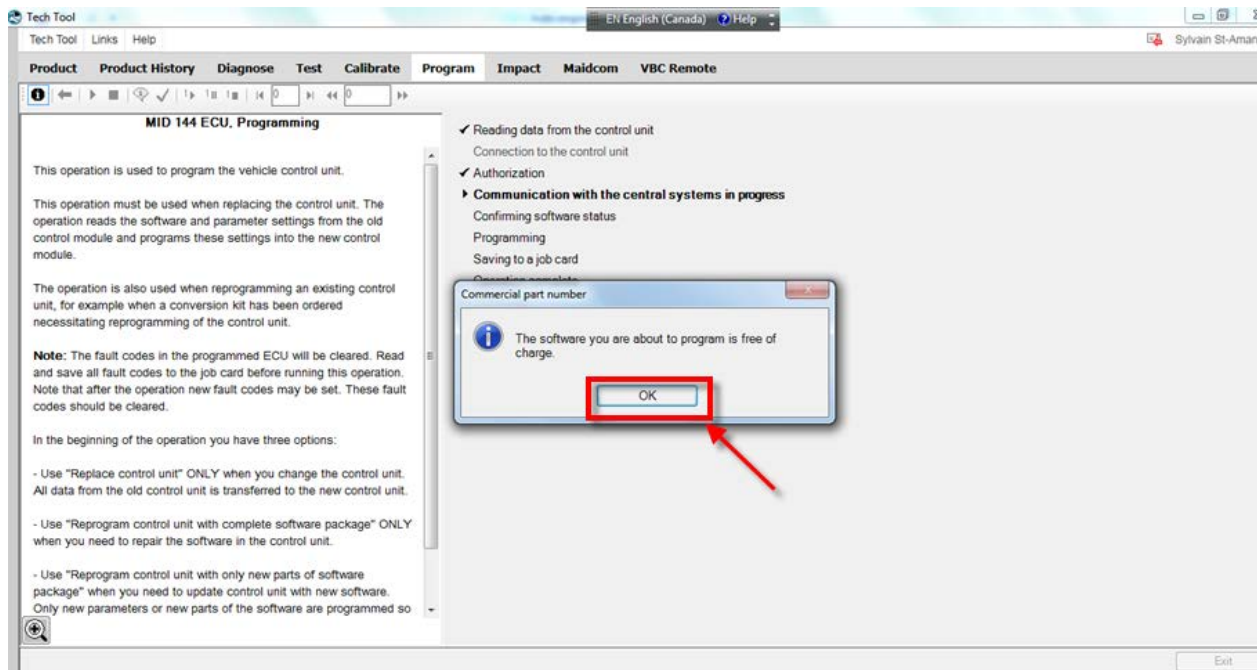

FIGURE 25
7. Cliquez sur OK (FIGURE 25).